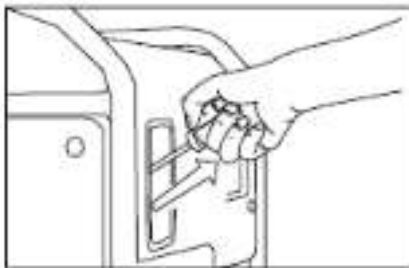

Рис. 13
3. Медленно потяните за рукоятку ручного стартера до появления ощутимого сопротивления, затем резко дерните рукоятку на себя и, не отпуская, плавно верните ее в исходное положение (рис.13). Если двигатель не запустился, повторите действие еще раз, пока двигатель не запустится.